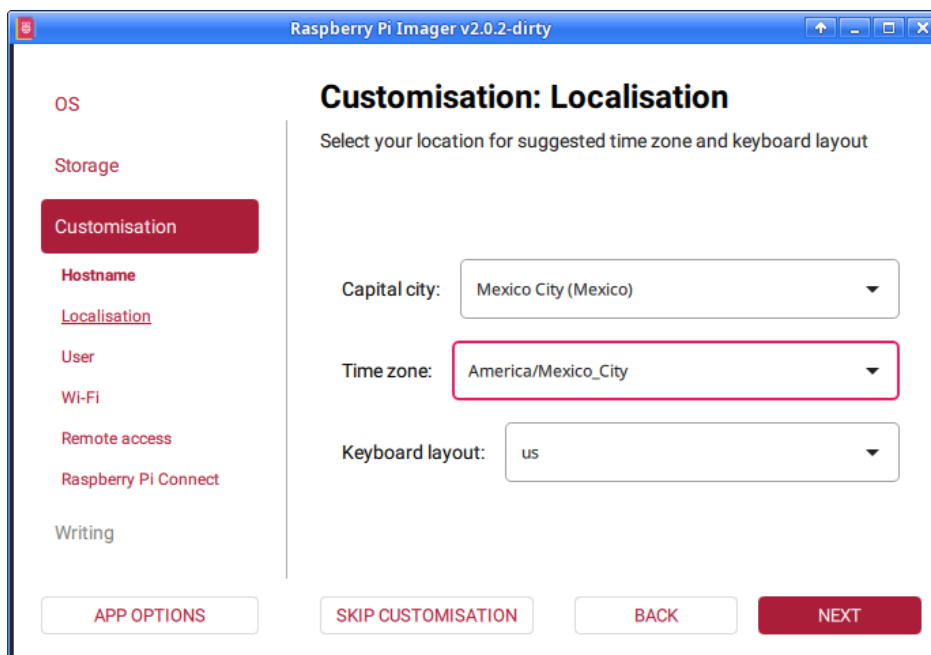

Figura 6: Configurar Localización
- **Localización:** zona horaria y distribución de teclado (Figura 6)